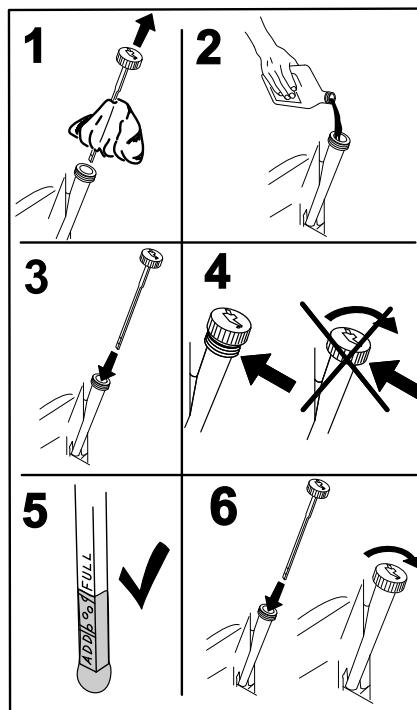

Figura 54
5. Vierta lentamente un 80% aproximadamente del aceite especificado por el tubo de llenado, luego añada lentamente el resto del aceite hasta que llegue a la marca **Full** (Figura 54).